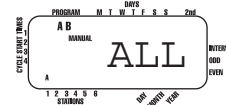

FIGURA 9: Irrigazione semi-automatica per stazioni assegnate ai programmi A e B
- Portare il disco combinatorio su **AUTO**, quindi premere il tasto **MANUAL**. Il display visualizzerà "AB", "MANUAL", e "ALL" lampeggeranno [vedere figura 9]. Ciò indica che tutte le stazioni irriteranno, in sequenza, in modalità semi-automatica per la durata assegnata.